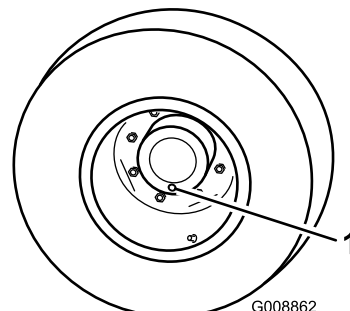

図 43
1. 平らな場所で、点検/ドレンプラグが一番低い位置時計の 6 時の位置に来るように停止させる 図 43。